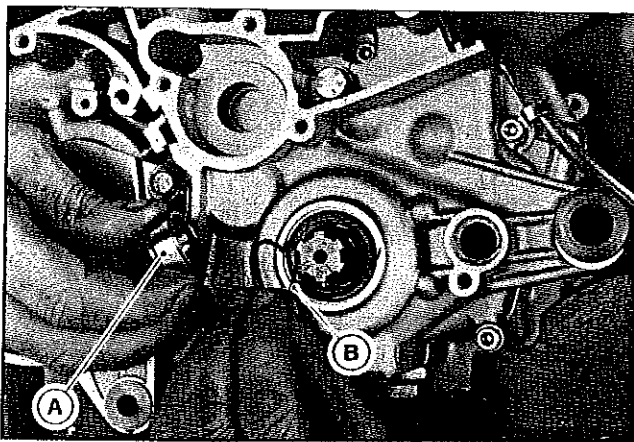

FIG. M39 - A. BUCHA DISTANCIADORA B. ANEL "O" RING
5. Posicionar o anel "O" ring na bucha distanciadora e colocá-la no eixo secundário. Remontar a(s) arruelas de compensação. Figura M39.